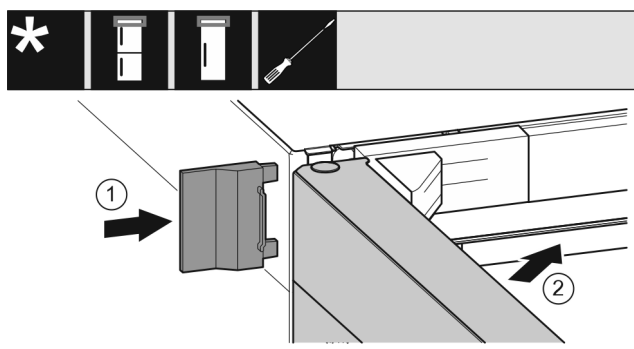

Fig. 24
- ▶ Wsunąć zewnętrzną osłonę Fig. 24 (1).
- ▶ Zamknąć górne drzwi Fig. 24 (2).